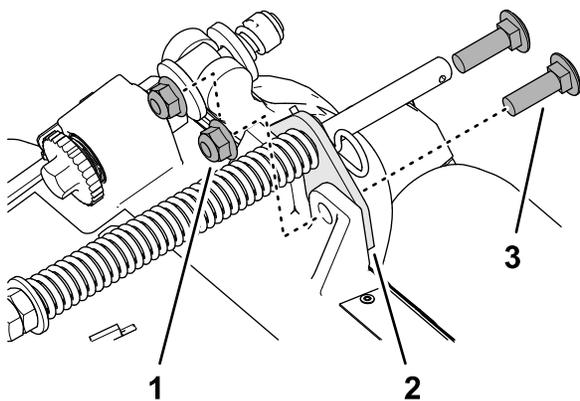

Figura 11
2. Remova as duas porcas de fixação flangeadas (3/8 pol.) e dois parafusos de carroçaria (3/8 x 1-1/4 pol.) que fixam o suporte-compensador da relva à estrutura da unidade de corte (**Figura 11**).